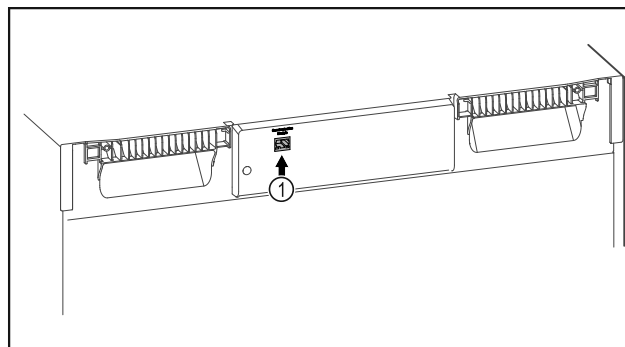

Fig. 114
- Je používán SmartModule Fig. 114 (1).